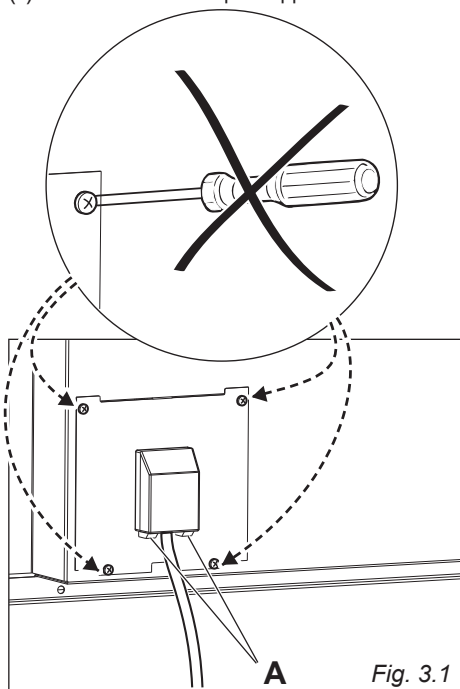

Fig. 3.1
- Sganciare il coperchio della morsettieria inserendo un cacciavite nei due agganci "A" (fig. 3.1).
L'afflusso del gas ai bruciatori è regolato da un rubinetto valvolato comandato dalla manopola di fig. 3.1.
- √ L'accensione elettrica è incorporata nelle manopole dei bruciatori e si identifica per il simbolo "★" vicino al simbolo "🔹" (fig. 3.1).